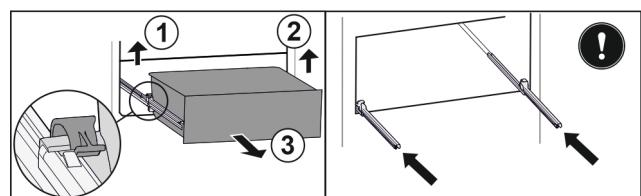

Fig. 97
- Приподнимите левый зажим и одновременно вытяните движением вперед выдвижной ящик слева. Fig. 97 (1)
- Приподнимите правый зажим и одновременно вытяните движением вперед выдвижной ящик справа. Fig. 97 (2)
- Извлеките выдвижной ящик движением вперед. Fig. 97 (3)